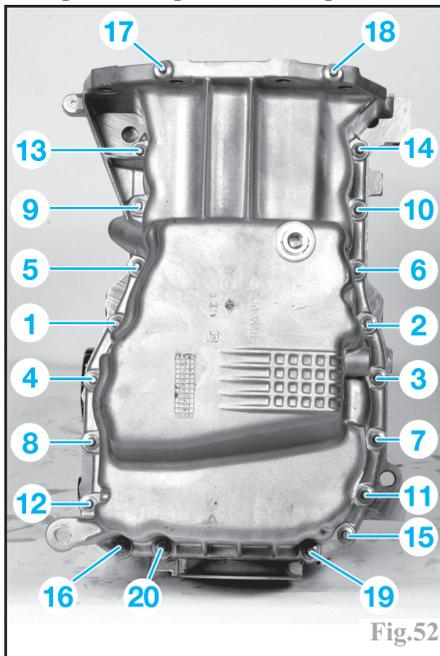

Fig.52
-remplacer le joint du carter inférieur et respecter l'ordre et le couple de serrage de ses vis de fixation (Fig.52), tout en veillant à le plaquer correctement contre le carter d'embrayage.